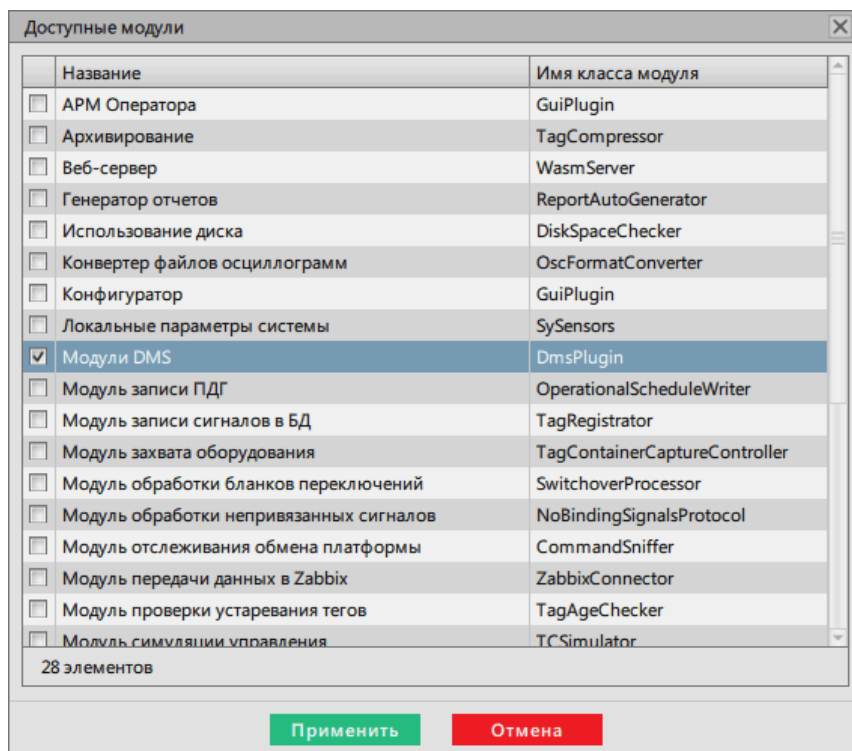

Рисунок 342 - Добавление модуля «Модули DMS»
- Добавьте модуль **Модули DMS** в сервисный узел(ы) (*Redkit_System_Service* или *Redkit_Master* и *Redkit_Slave*, в зависимости от типа конфигурации) (Рисунок 342).